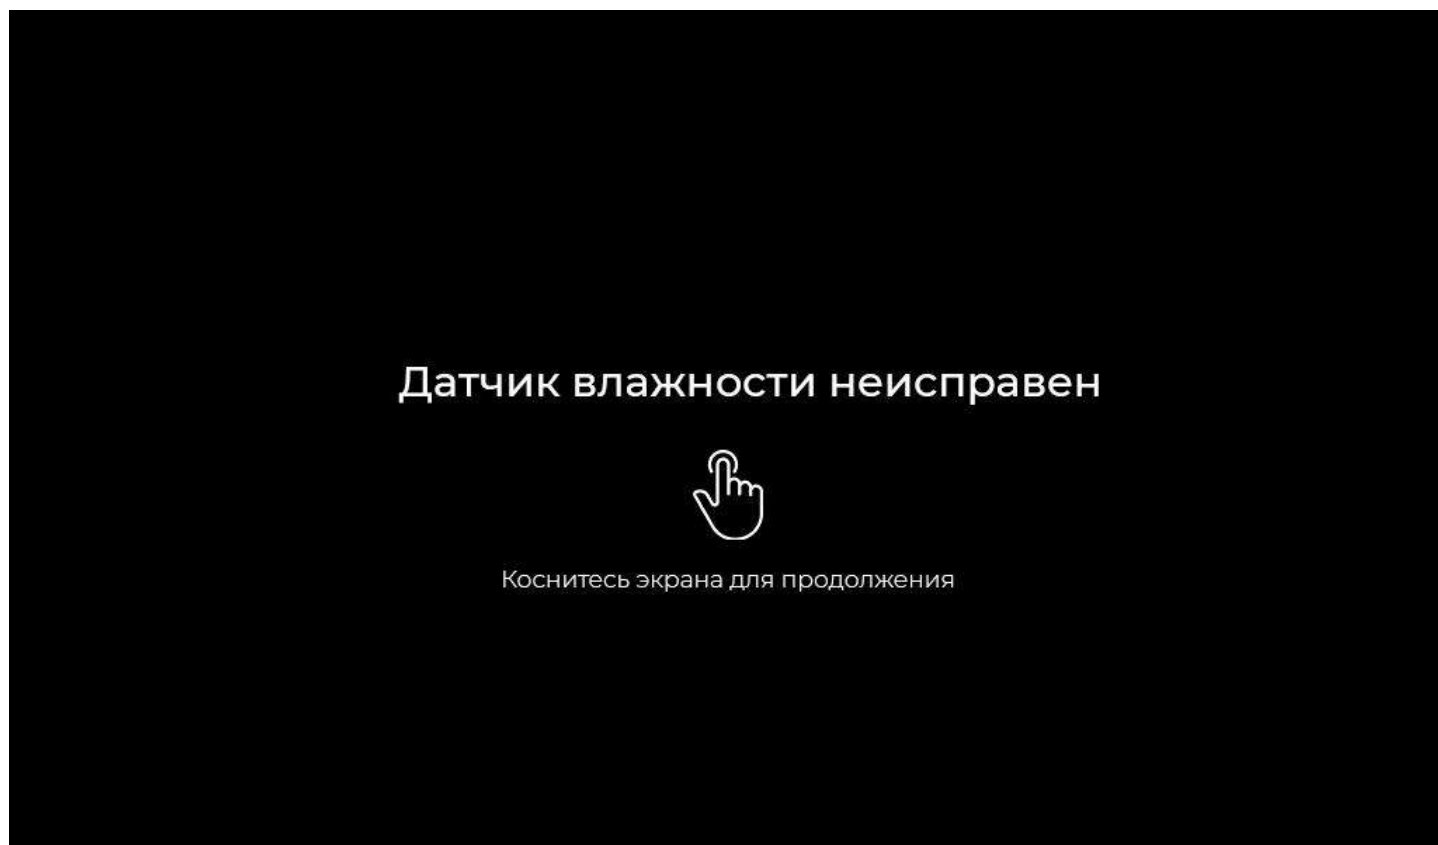

Рис. 44. Ошибка неисправности датчика влажности.
2. Неисправность датчика влажности. Заключается в потере связи платы управления с датчиком на период времени более 30 секунд. Сопровождается звуковым сигналом и выводом на экран дисплея оповещения об ошибке (Рис. 44. Ошибка неисправности датчика влажности). Продолжается до момента восстановления связи с исправным датчиком, не позволяя управлять устройством. Процесс восстановления происходит в автоматическом режиме при условии исправности и правильного подключения датчика.